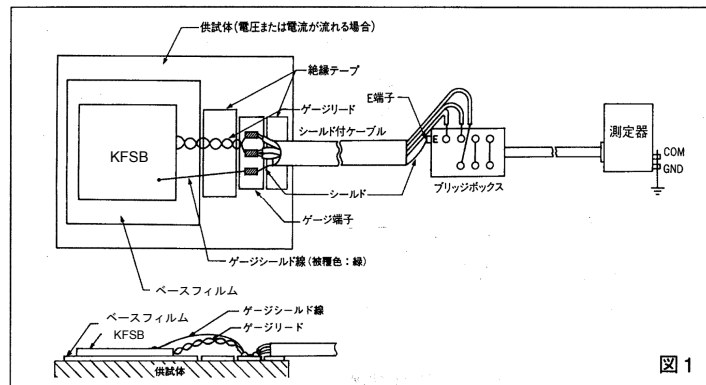

図1
4.1 供試体に電圧を印加する場合や電流を流す場合の結線方法の一例を以下に示します。(図1)